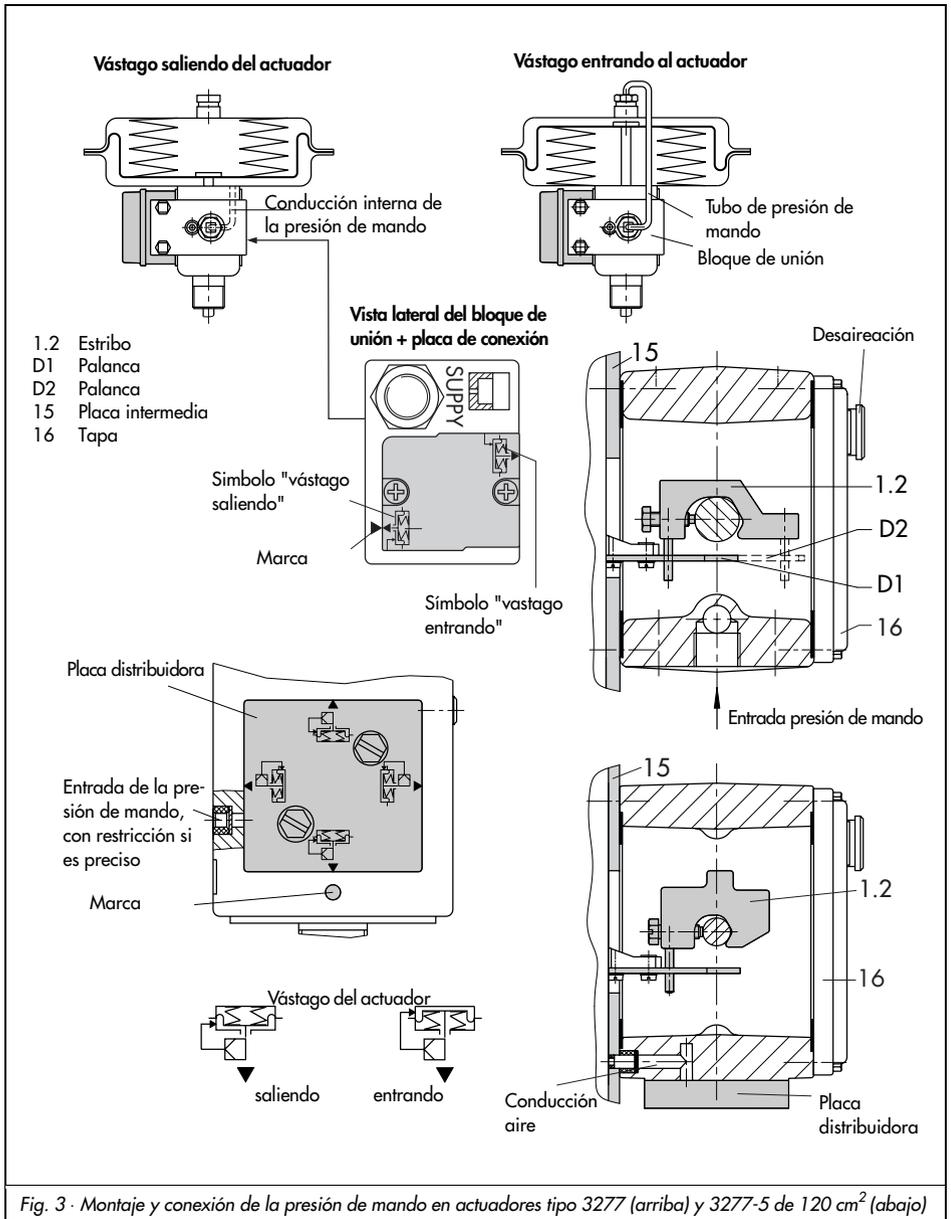

Fig. 3 · Montaje y conexión de la presión de mando en actuadores tipo 3277 (arriba) y 3277-5 de 120 cm2 (abajo)
*El posicionador no tiene un orificio de desaireación propio, por lo que el venteo se efectúa a través de los elementos accesorios, ver fig. 3, 5 y 6.*
6. Colocar la placa de conexión lateral en el bloque de unión, alineando la marca con el símbolo adecuado (fig. 3). De forma que el símbolo de la placa de conexión elegido, "vástago saliendo" o "vástago entrando", debe coincidir con la ejecución de nuestro actuador. En caso necesario desenroscar los dos tornillos de fijación, girar la placa de conexión 180° y volverla a fijar.
En los actuadores tipo 3277-5 de 120 cm2 la presión de mando se transmite al actuador por la placa distribuidora, (ver fig. 3 abajo).